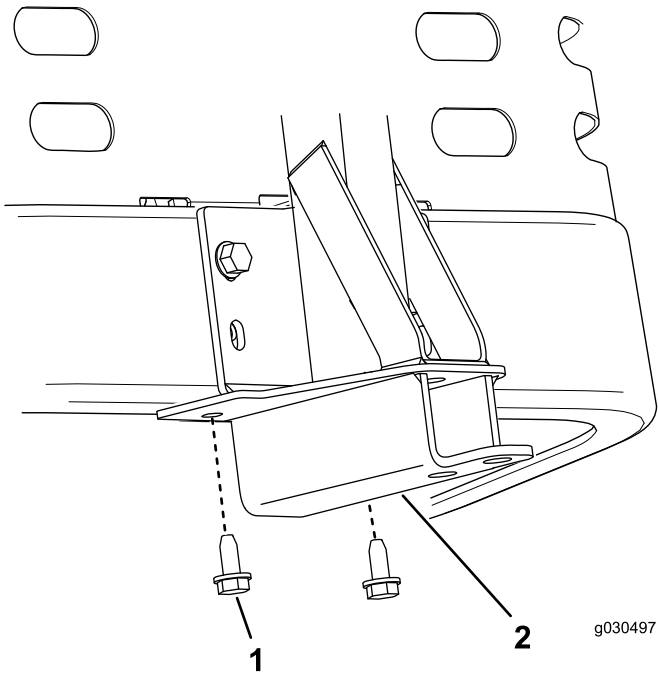

Figure 7
2. Fixez le cadre pivotant au bas du cadre de la machine en insérant par dessous 2 vis autotaraudeuses (5/16 x 3/4 po), comme montré à la Figure 7.